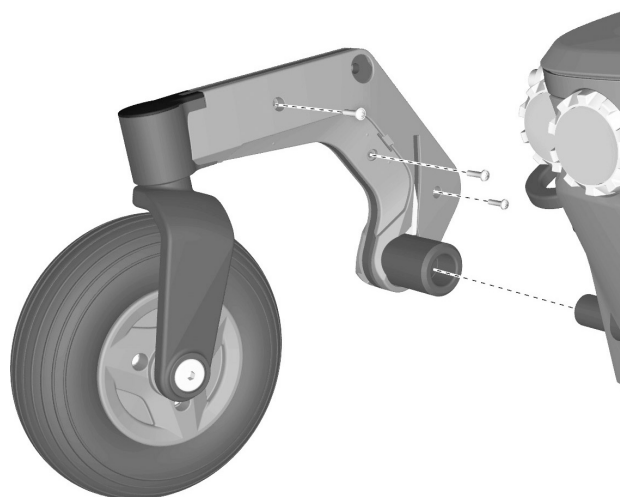

Abbildung 9. Die Tragarmabdeckungen sind mit drei Schrauben befestigt.
3. Die drei Befestigungsschrauben der Abdeckungen abnehmen, siehe Abbildung 9.
1. Abdeckungen mit Hilfe der drei Schrauben montieren, siehe Abbildung 9.